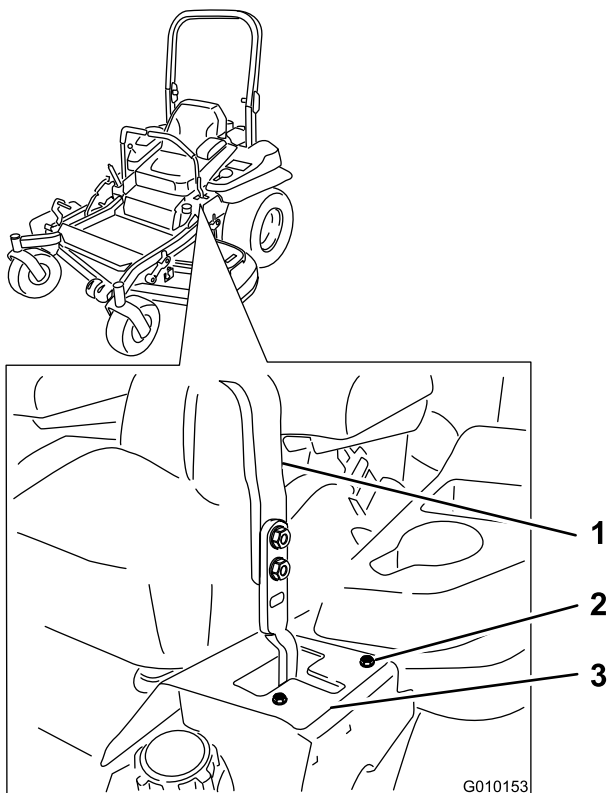

Figura 60
- Si la máquina se desvía hacia la derecha, afloje los pernos y ajuste la chapa del tope izquierdo hacia atrás en la ranura en T de la izquierda hasta que la máquina avance en línea recta (Figura 60).
- Si la máquina se desvía hacia la izquierda, afloje los pernos y ajuste la chapa del tope derecho hacia atrás en la ranura en T de la derecha hasta que la máquina avance en línea recta (Figura 60).
8. Apriete la chapa del tope (Figura 60).